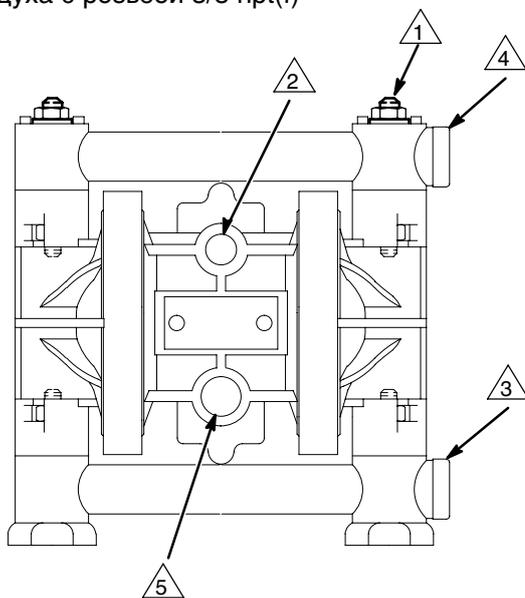
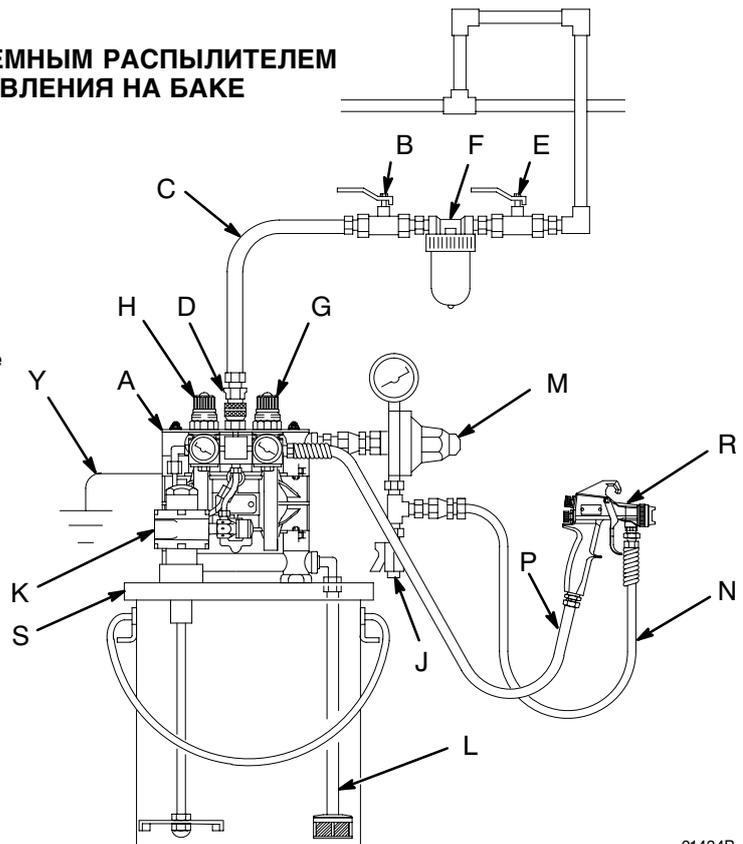

Рис. 2
Рис. 5
- a. Контроль давления жидкости может осуществляться двумя способами. Для контроля с воздушной стороны установите регулятор расхода воздуха (Н). Для контроля со стороны жидкости установите регулятор расхода жидкости (М) возле соответствующего выпуска насоса (см. рис. 5).
- c. Фильтр пневмолинии (F) удаляет вредные загрязняющие вещества и влагу из подаваемого сжатого воздуха.
2. Установите токопроводящий гибкий шланг для воздуха (С) между принадлежностями и впуском воздуха 1/4 npt(f) в насосе (см. рис. 2). Используйте воздушный шланг с минимальным внутренним диаметром 6,3 мм (1/4"). Накрутите быстроразъемную муфту пневмолинии (D) на конец воздушного шланга (С) и плотно вкрутите сопряженный фитинг во впуск для воздуха в насосе. Пока не подсоединяйте муфту (D) к фитингу.
- Впуск жидкости насоса имеет резьбу 3/8 npt(f). См. рис. 2. Плотно вкрутите фитинг для жидкости во впуск насоса. На соединениях используйте совместимый жидкий резьбовый герметик или ленту из ПТФЭ, чтобы предотвратить попадание воздуха в линию с материалом.
- Используйте токопроводящие шланги жидкости (N). Выпуск жидкости насоса имеет резьбу 3/8 npt(f). См. рис. 2. Плотно вкрутите фитинг для жидкости в выпуск насоса.
- При желании установите регулятор расхода жидкости (М) на соответствующем выпуске из насоса, чтобы обеспечить контроль давления жидкости (см. рис. 5). Другой метод контроля давления см. в разделе «**Пневмолиния**», действие 1а.
- Установите клапан слива жидкости (J) рядом с выпуском жидкости. См. **ПРЕДУПРЕЖДЕНИЕ** выше.
Насос поставляется с выпускным и впускным отверстиями, направленными в одну сторону. См. рис. 2. При необходимости направление одного или двух отверстий можно изменить. Снимите коллектор с насоса, как описано в действиях 1, 2 и 4 на стр. 21. Соедините его с отверстием, направленным в нужную сторону. См. раздел «**Последовательность затяжки**», стр. 32. **Не перетяните.**